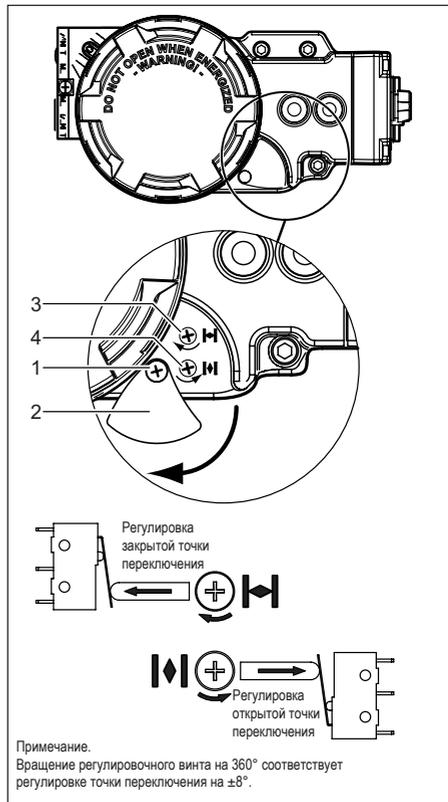

Рис. 5.2 Повторная регулировка винтов для обратной связи об открытом и закрытом положениях
Модели QC41, QC42 и QC43 оборудованы неинтрузивным устройством регулировки переключателя. Регулировочные винты расположены за небольшим щитом в передней части модуля (см. рис. 5.2).
- в этом случае верхний регулировочный винт (см. рис. 5.2) задает точку переключения закрытого положения, а нижний регулировочный винт задает точку переключения открытого положения.
Процедура (см. рис. 5.2):